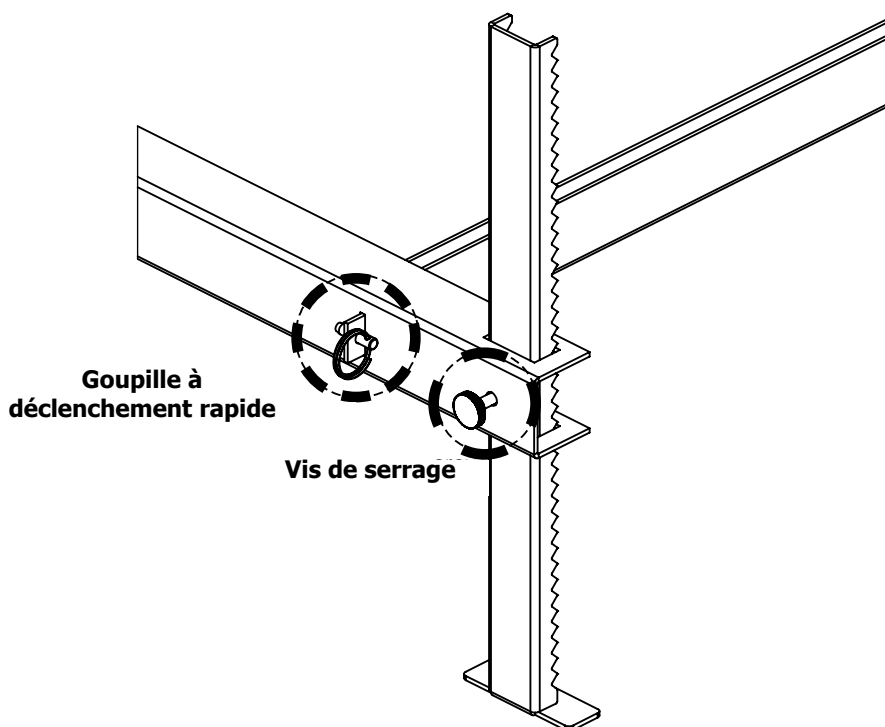

Figure 12 : Verrouiller le rail avant
5. Attacher le rail avant utilisant les goupilles à déclenchement rapide suivant les indications de la figure 12.
6. Régler la hauteur des pattes et les verrouiller en utilisant les vis de serrage. (Figure 12)